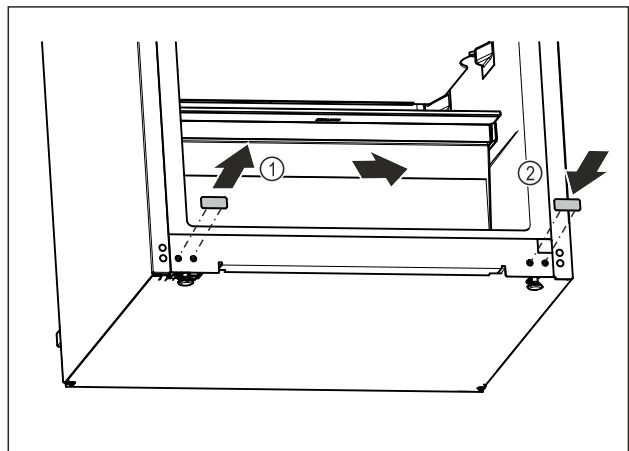

Fig. 13
- ▶ Trekk ut dekselpluggene. Fig. 13 (1)
- ▶ Sett inn dekselpluggen på motsatt side. Fig. 13 (2)